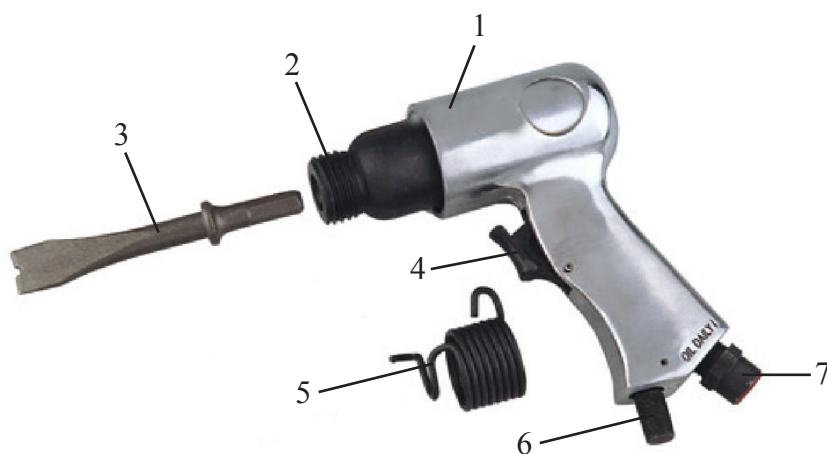

Рис. 1
6.5 Включение и выключение зубила осуществляется нажатием выключателя (поз. 4 рис. 1). Следует помнить, что после того, как вы отпустите выключатель, движение долота будет осуществляться ещё несколько секунд.
6.6 С помощью регулятора (поз. 7. рис. 1) можно установить желаемую частоту ударов долота (путём контроля расходуемого воздуха):